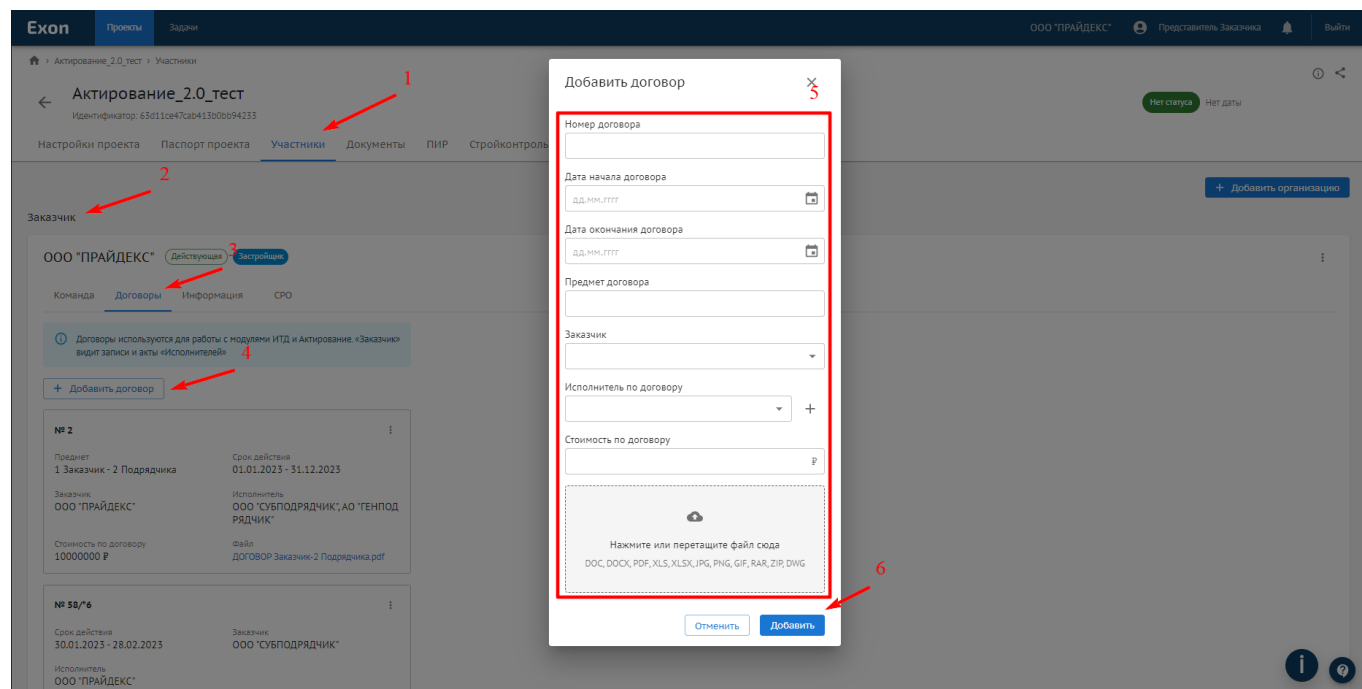

Рис. 1 - Добавление договора в раздел Участники
Первое, что необходимо сделать перед началом работы в модуле Активирование – это в раздел Участники (1) между Заказчиком (2) и Генподрядчиком загрузить договор. Для этого необходимо зайти в раздел Договор (3) и нажать на «+ Добавить договор» (4), в открывшемся древе (5) внести информацию по договору, далее нажать «Добавить» (6) (рис. 1).